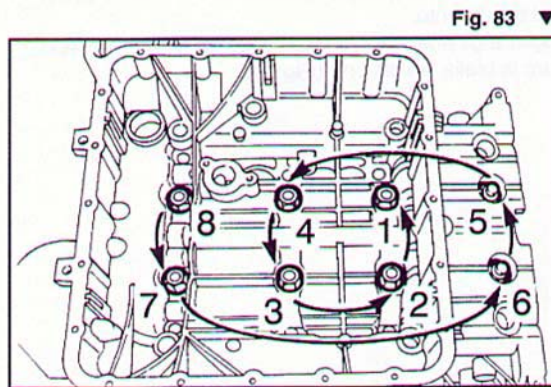

Fig. 83 ▼
- svitare gli otto dadi interni di fissaggio sottobasamento seguendo l'ordine (da 8 a 1) indicato dalla freccia (Fig. 83);
- unscrew the eight internal nuts securing the crankcase in the order (from 8 to 1) indicated by the arrow (Fig. 83);